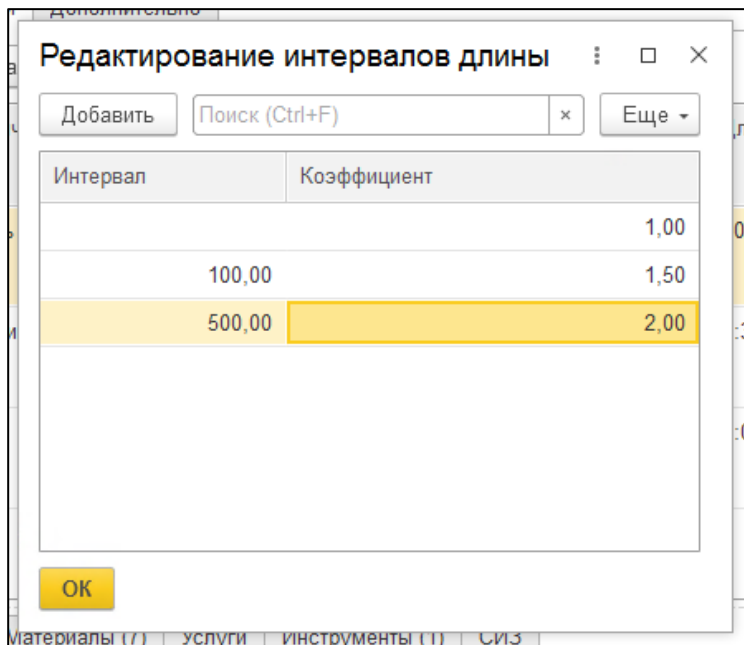

Рисунок 134. Заполнение интервала длины.
- «**Интервалы длины**» - указать интервал длинны, указывается для ремонта линейно-протяженных объектов. В открывшемся окне необходимо заполнить табличную часть с реквизитами (см. Рисунок 134):